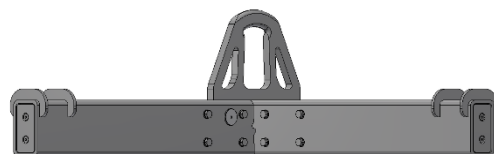

Abbildung 1: Abstellfläche
- ▶ Lagern Sie die Traverse auf den Abstellflächen (Abbildung 1). oder einem geeigneten Ablagesystem